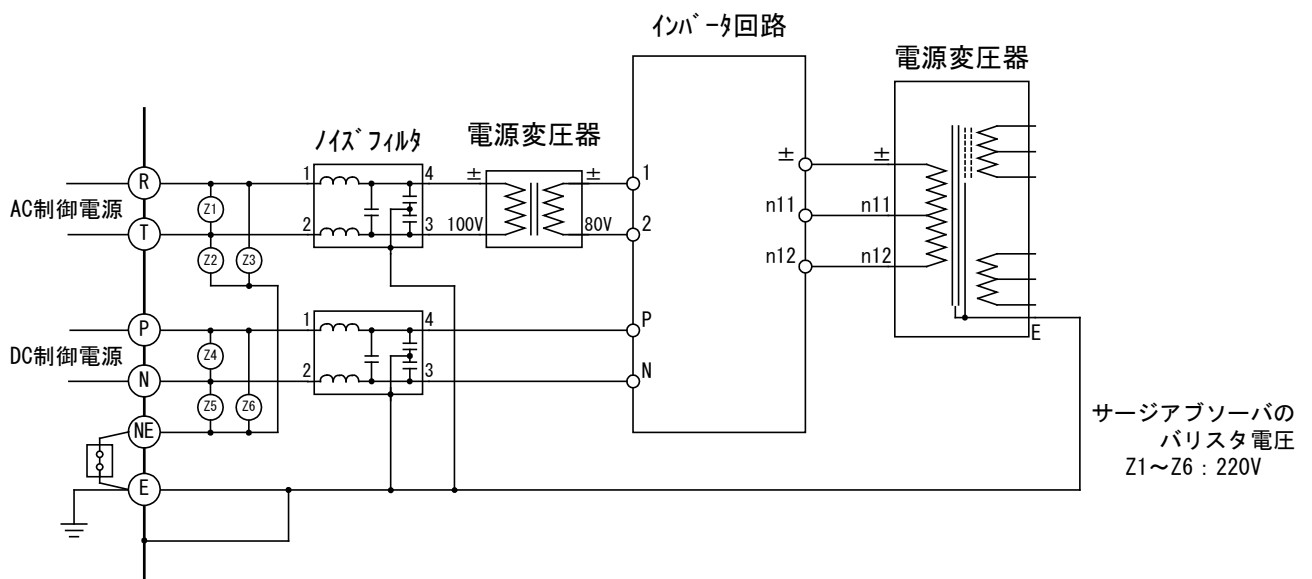

図 3 電源回路の詳細
付図 3 に外形及び取付寸法を示します。
- R～T, P～N の端子間及び R, T, P, N 端子～NE 端子間にはノイズフィルタ保護用サージアブソーバを挿入しており、電源回路は図 3 の様になっております。
付図3 分圧器 外形寸法図